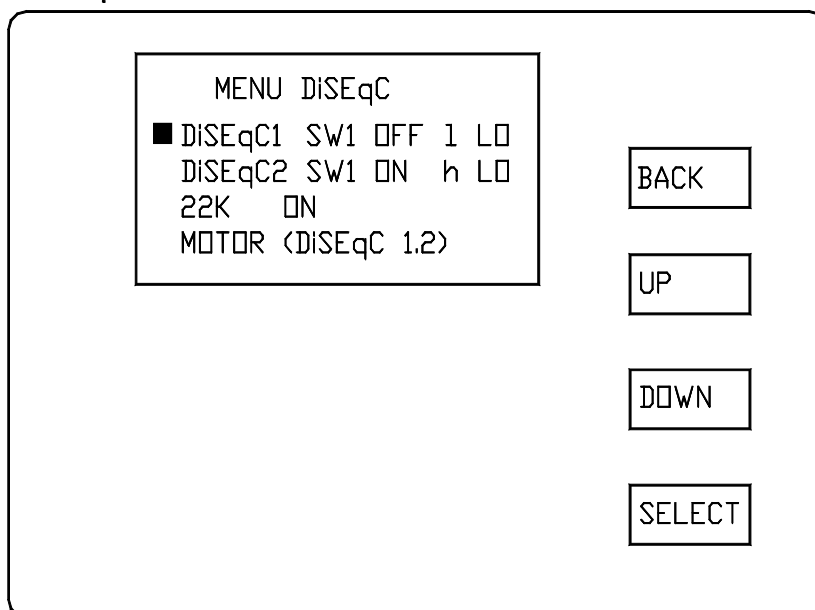

Figura 7: Attivazione/disattivazione del tono a 22 kHz
1. Premendo il tasto **DSQ (28)**, compare la schermata di Figura 7.
3. Premere **↵ ENTER (21)** per inviare il comando scelto. Subito dopo la trasmissione il cursore si sposta sull'altro comando disponibile che, a sua volta, può essere trasmesso con **↵ ENTER** e così via, con la possibilità quindi di trasmettere velocemente due comandi alternativamente.
3. Premere **↵ ENTER** per trasmettere il comando e rimanere nello stesso menu oppure **DSQ** o **BACK** per trasmettere il comando e tornare al menu di Figura 7, che sarà aggiornato con il nuovo comando.
1. Dal modo di funzionamento normale premere **DSQ (28)**. Compare la schermata di Figura 7.